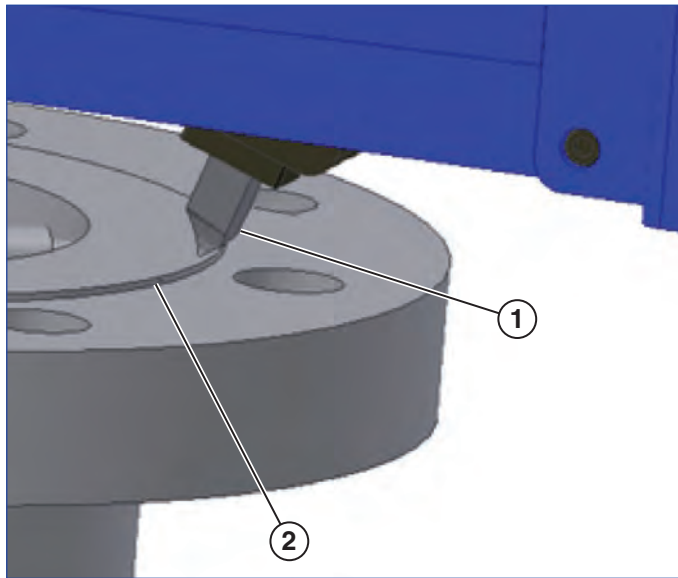

图 13
1. 使用棘轮扳手将刀头差不多定位到要进行机加工的表面上的 OD (见图 13)。
4. 使用棘轮螺母重新定位刀架，使其刚好超过要进行机加工的表面上的 OD (见图 13)。
10. 使用棘轮螺母重新定位刀架，使其刚好超过刚进行了机加工的表面上的 OD (见图 13)。